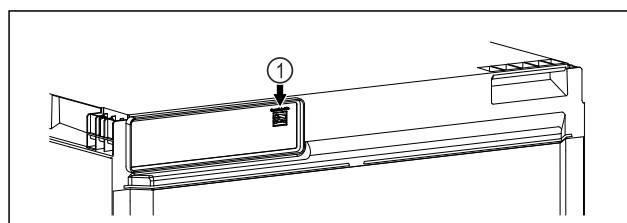

Fig. 18
- SmartModule Fig. 18 (1) is geplaatst.